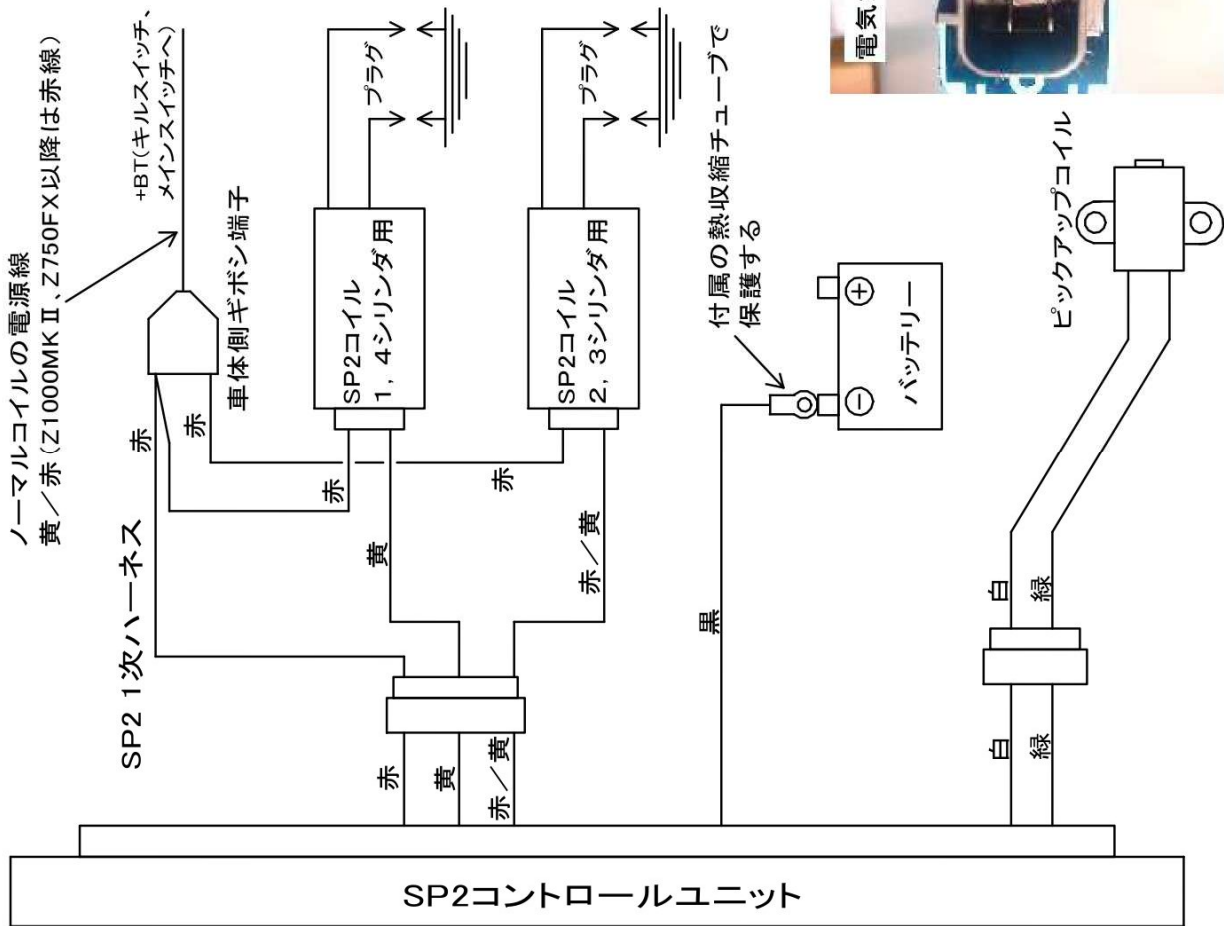

図7、SP2点火システム配線図
- ⑥SP2 コントロールユニットの取付位置を決めてください。スイッチ面に水などが溜まらないように配置して下さい。
- ⑦SP2 コントロールユニット用コネクタの配線を適当な長さでカットし、付属のコネクタを配線図(10ページ図7)のように取り付けして下さい。